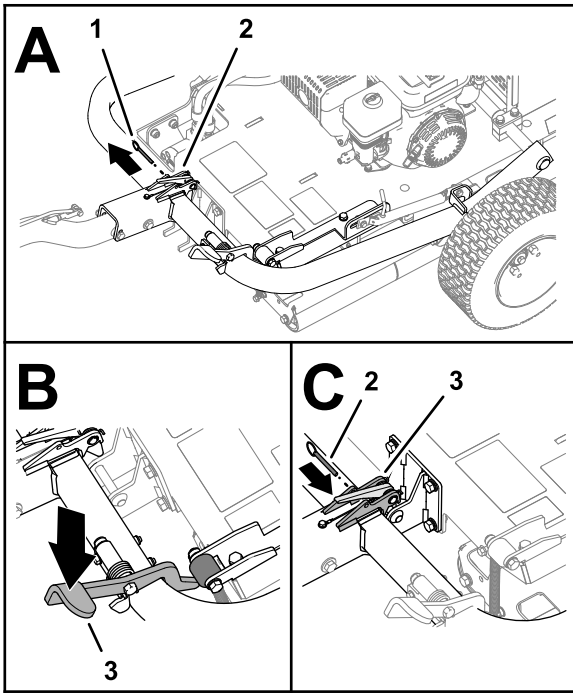

图8
6. 如果已安装请从门锁上取下锁定销图8。
7. 踩到挂钩踏板上直到挂钩锁入就位 图8。
8. 将锁定销插入门锁中的孔内 图8。